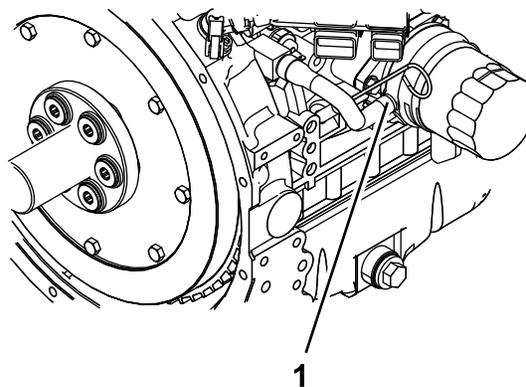

Figure 57
6. Retirez le flexible de liquide de refroidissement du refroidisseur d'huile et vidangez le liquide de refroidissement du bloc moteur (Figure 57).